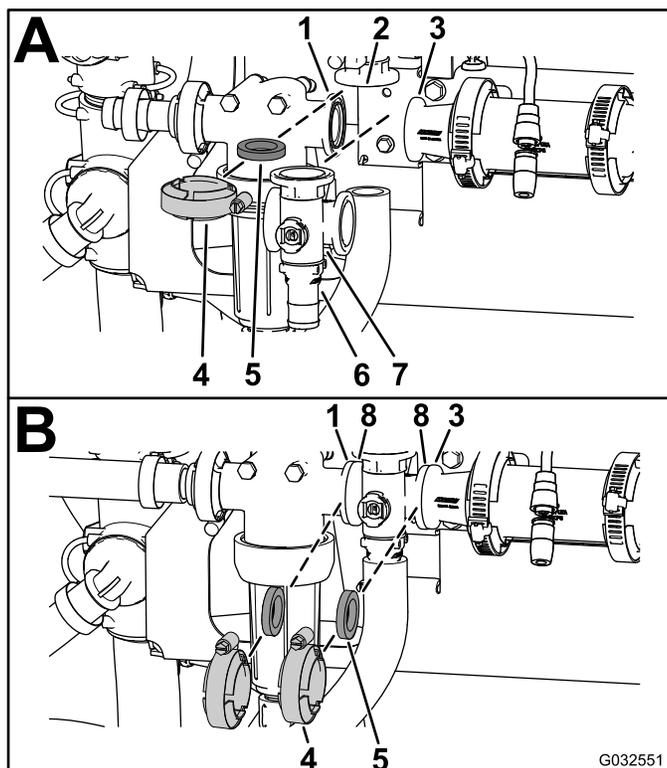

Figura 115
1. Alinhe a flange da válvula de derivação da agitação, uma junta e a flange da união do tampão do coletor da válvula de agitação (Figura 115 A).
2. Monte a válvula de derivação da agitação, junta e coletor da válvula de agitação com uma braçadeira bem apertada à mão (Figura 115 A).
3. Alinhe uma junta entre as flanges da cabeça do filtro de pressão e o coletor da válvula de agitação (Figura 115 B).
4. Monte a cabeça do filtro de pressão, junta e coletor da válvula de agitação com uma braçadeira bem apertada à mão (Figura 115 B).
5. Alinhe uma junta entre as flanges do coletor da válvula de agitação e acoplador de redução (**Figura 115 B**).
6. Monte o coletor da válvula de agitação, junta e acoplador de redução com uma braçadeira bem apertada à mão (**Figura 115 B**).
7. Alinhe uma junta entre as flanges do coletor da válvula de agitação e a união do adaptador para válvula de aceleração da agitação (**Figura 115 C**).
8. Monte o coletor da válvula de agitação, junta e união do adaptador com uma braçadeira bem apertada à mão (**Figura 115 C**).